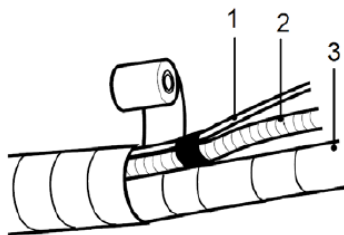

fig. 24 -
- Po owinięciu rur materiałem ochronnym połącz ze sobą kabel elektryczny (1-"fig. 24 -"), rurkę spustową kondensatu (2-"fig. 24 -") i rury (3-"fig. 24 -").